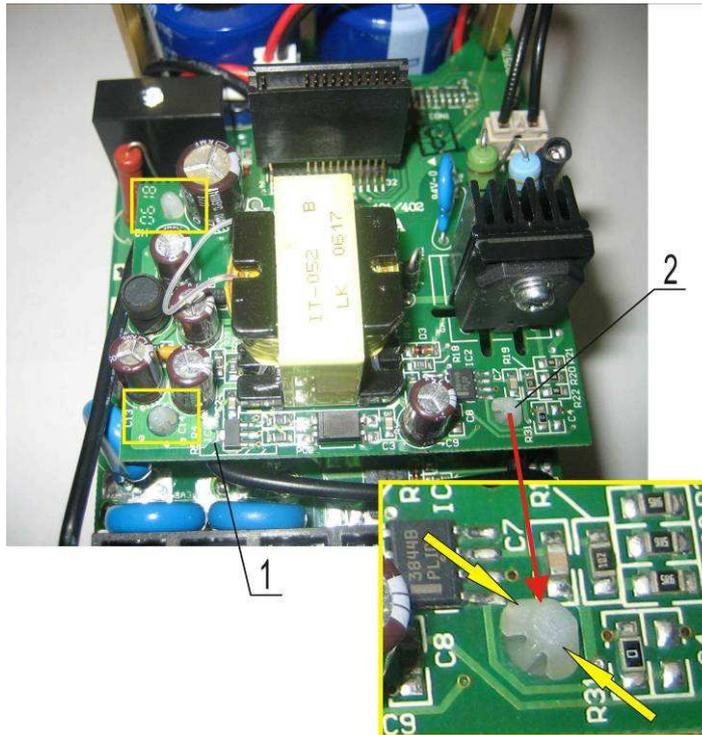

Рис. 7.16
7.4.1. Установить плату 1 (рис. 7.16).
7.4.2. Вставить ответную часть разъёма с обратной стороны платы 1 в разъём на плате драйверов, совместив отверстия платы 1 с тремя стойками 2 (рис. 7.16). Приложить рукой вертикальное усилие вниз до щелчка.